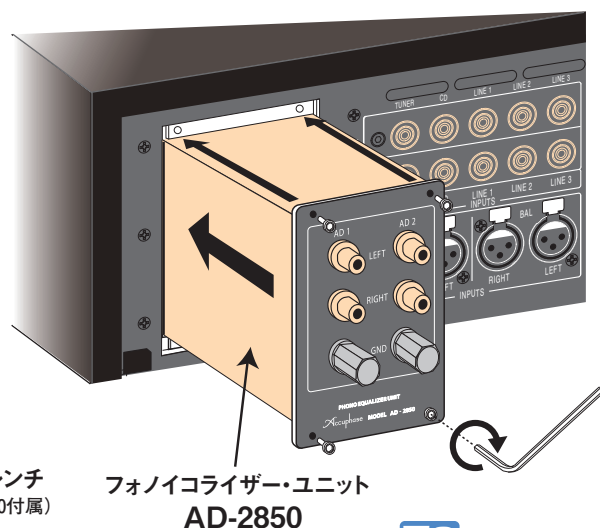

図2
- ③ C-2850本体下側の2本のガイドレールに沿って、AD-2850を挿入(図2参照)します。コネクタに当たって止まったら、少し力を入れてコネクタを完全に差し込みます。(パネル面が同一になればOKです。)
- ④ はずした4本のネジで確実に固定(時計回り)します。